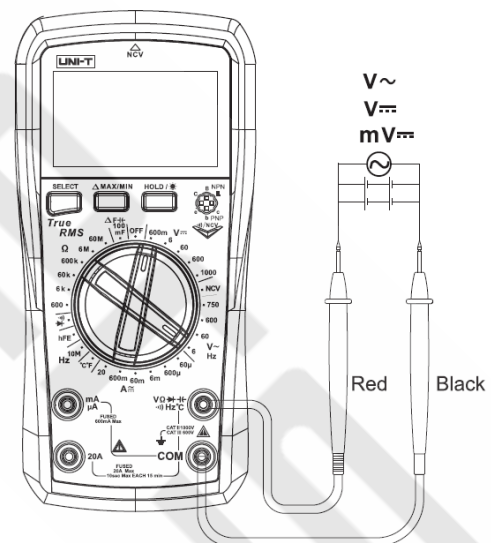

Рисунок 2
1. Измерение переменного и постоянного напряжения (Рисунок 2)